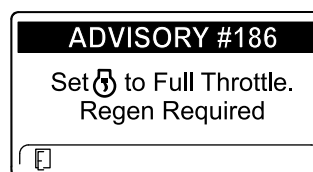

Figura 38
**Nota:** Se l'InfoCenter visualizza ADVISORY #186 (Figura 38), regolate il motore a pieno regime (minima superiore) per consentire alla rigenerazione di ripristino di continuare.